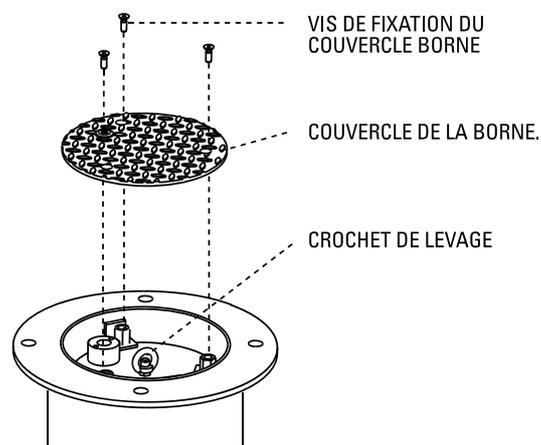

FIG. 3
- Ouvrez le **covercle de la borne** escamotable en dévissant les trois vis (Fig. 3) en mettant ainsi à nu le haut de la borne escamotable.
- Ouvrez le **covercle de la borne** escamotable en dévissant les trois vis (Fig. 3)